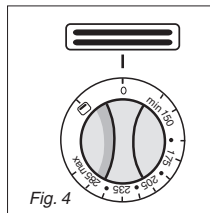

Fig. 4
- Lorsque le four ne fonctionne pas veillez à laisser la manette en position "fermé" (repère I) (fig. 4).
"Grilloir" (fig. 4).